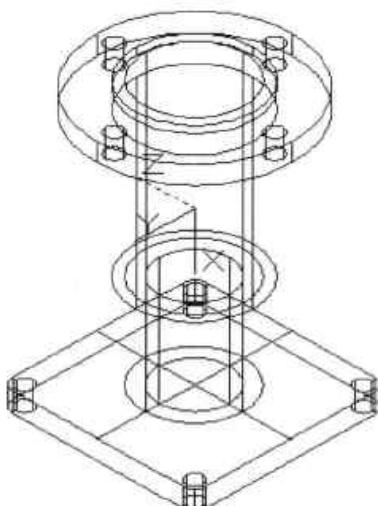

图13-66 旋转坐标轴
**Step19** 将 UCS 坐标系以 X 方向旋转 90°，如图 13-66 所示。